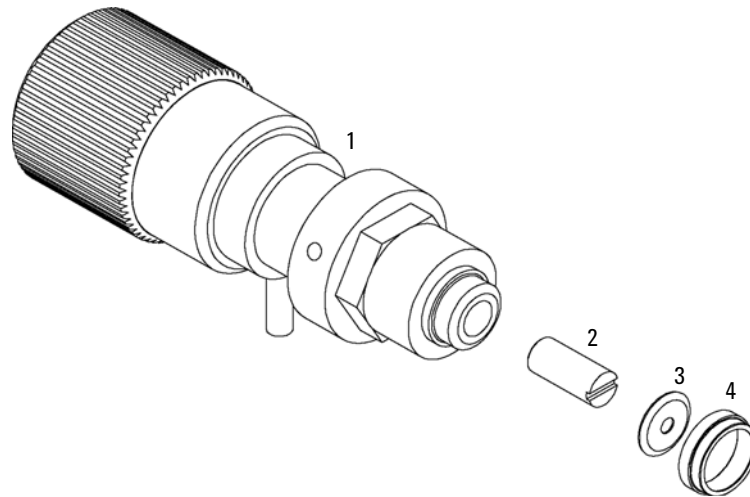

Figure 25 Pièces du clapet de purge
- 6 Placez un fritté de rechange dans la vanne de purge, la fente faisant face au joint doré (voir Figure 25, page 119).